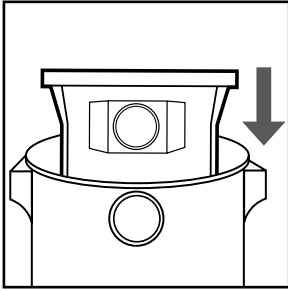

FIGURA 20
28. Deslice el deflector de entrada con la bolsa del filtro adosada en la guía del deflector. **(FIGURA 20)**